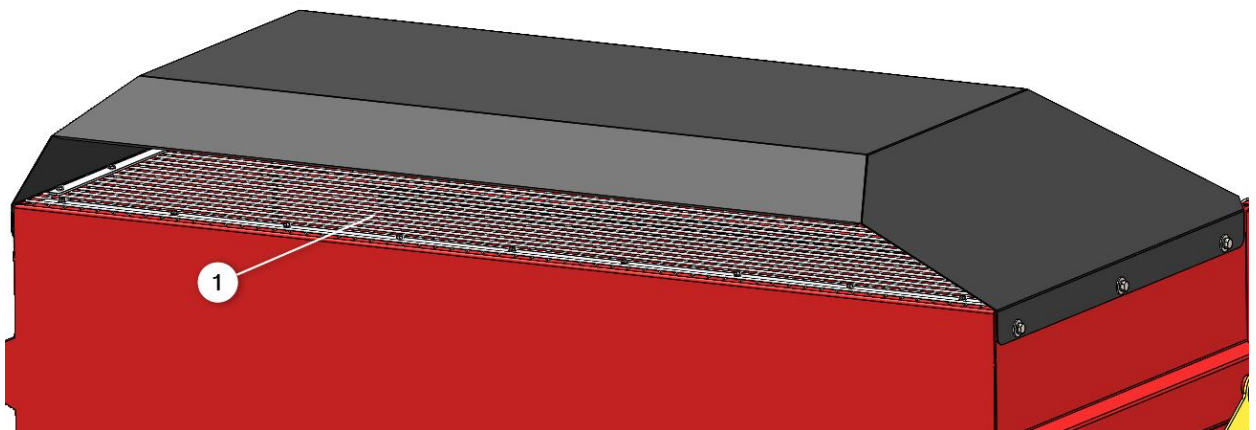

Fig. 16
Prestare particolare attenzione a mantenere pulita l'apertura di scarico dell'aria della tramoggia (1), poiché ciò è molto importante per il corretto funzionamento della macchina (Fig. 16).